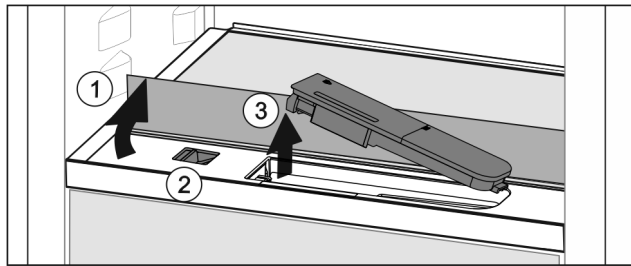

Fig. 164
- ▶ Підняти скляну панель і відкинути до упору назад Fig. 164 (1).
- ▶ Посуньте повзунок Fig. 164 (2) уліво.
- ▶ Вийняти бак для води Fig. 164 (3).